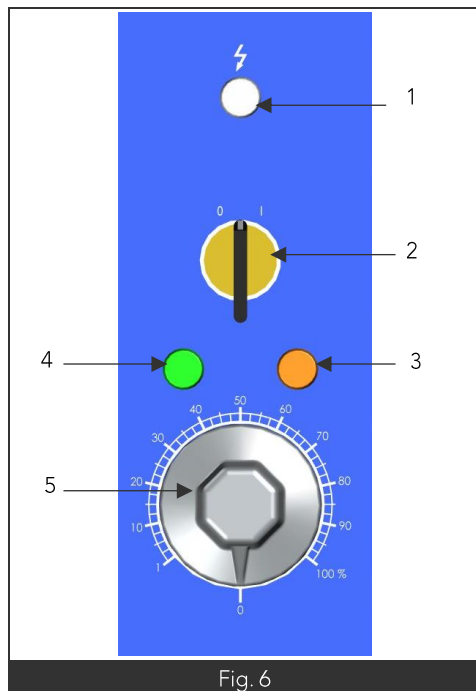

Fig. 6
- L'appareil étant sous tension le voyant blanc s'allume (Fig6 Rep1)
- Tourner la manette du commutateur (Fig6 Rep2) sur la position « 1 » (marche)
- Le voyant vert de fonctionnement s'allume (Fig6 Rep4).
- Tourner la manette du doseur d'énergie (Fig6 Rep5) sur la position 100%
- Le voyant orange s'allume (Fig6 Rep3) ce qui signifie la chauffe de l'appareil.